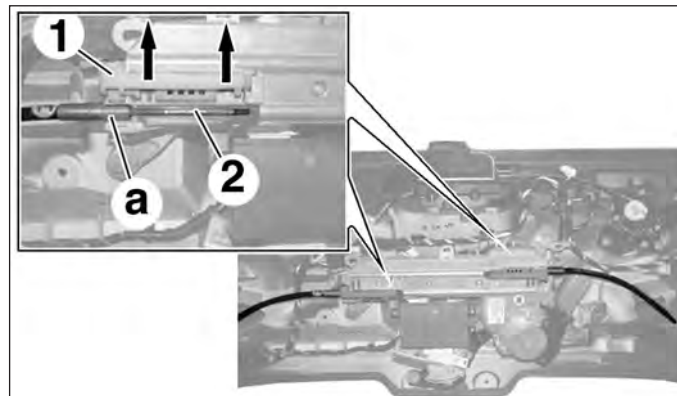
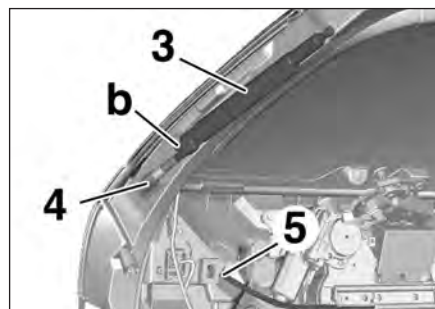

FIG.164
FIG.165
- Dégrafer le caches (1) (Fig.164).
- Dégager les câbles (2) de l'arrêt de gaine en (a).
- le vérin de commande (3) en (b) (Fig.165),
- le fourreau (4).
- Dégager le câble (5).
- Déposer le vérin de commande (3).